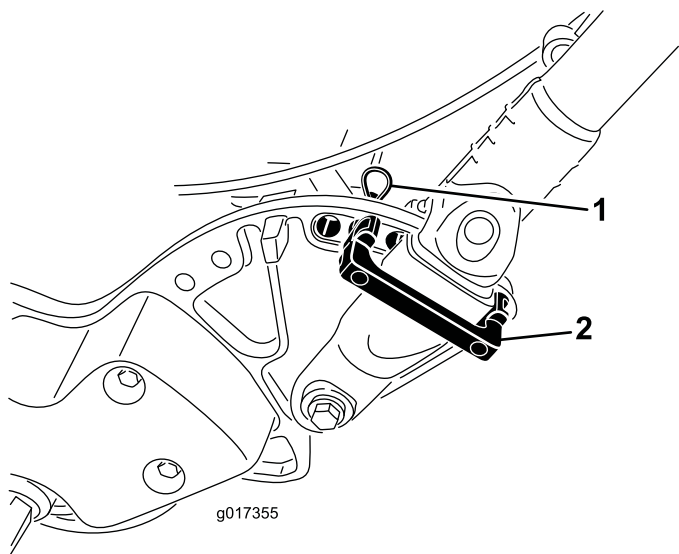

Figure 32
1. Retirez les goupilles fendues des retenues du guidon de chaque côté de la tondeuse (Figure 32).
2. Soutenez le guidon, retirez les goupilles fendues de chaque côté et faites pivoter le guidon à la position voulue (Figure 32).